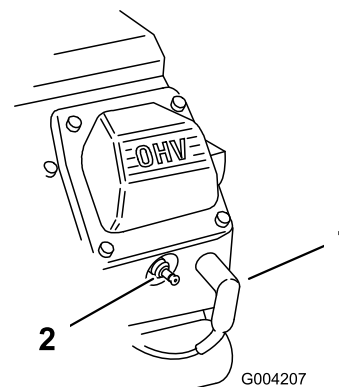

Рисунок 34
3. Снимите провода со свечей зажигания (Рисунок 34).
3. Наденьте провода на свечи зажигания (Рисунок 34).